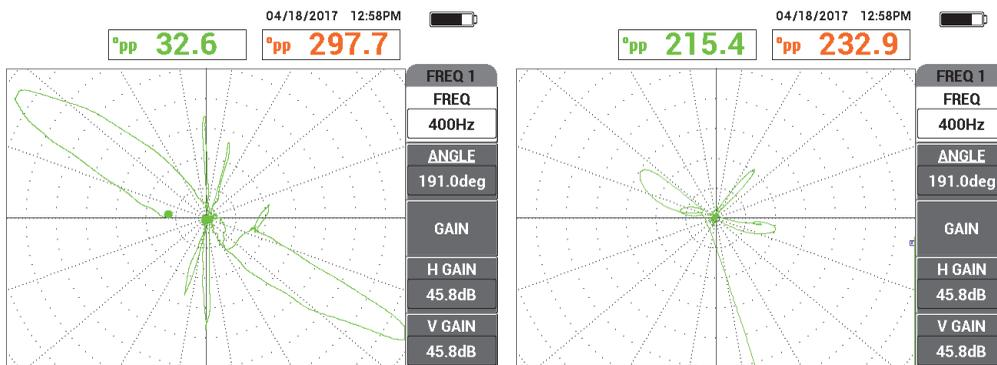

Рис. 5-197 Низкая скорость скан. (оптимальный сигнал, слева) и высокая скорость скан. (потеря сигнала, справа)
7. Медленно просканируйте трубу по всей длине, по завершении нажмите клавишу FREEZE (❄) (см. Рис. 5-197 на стр. 283).